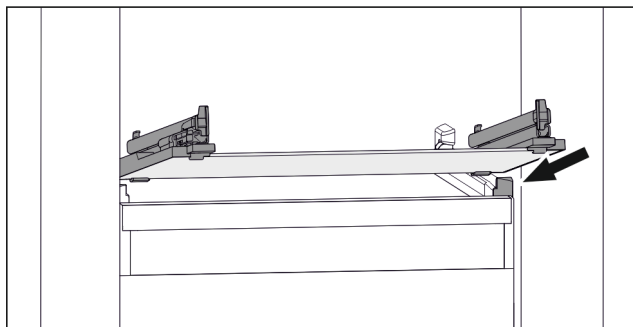

Fig. 85 Primjerni prikaz staklene ploče
- ▶ Stavite ladicu ukoso iza zaustavljača. (pogledajte Fig. 85)